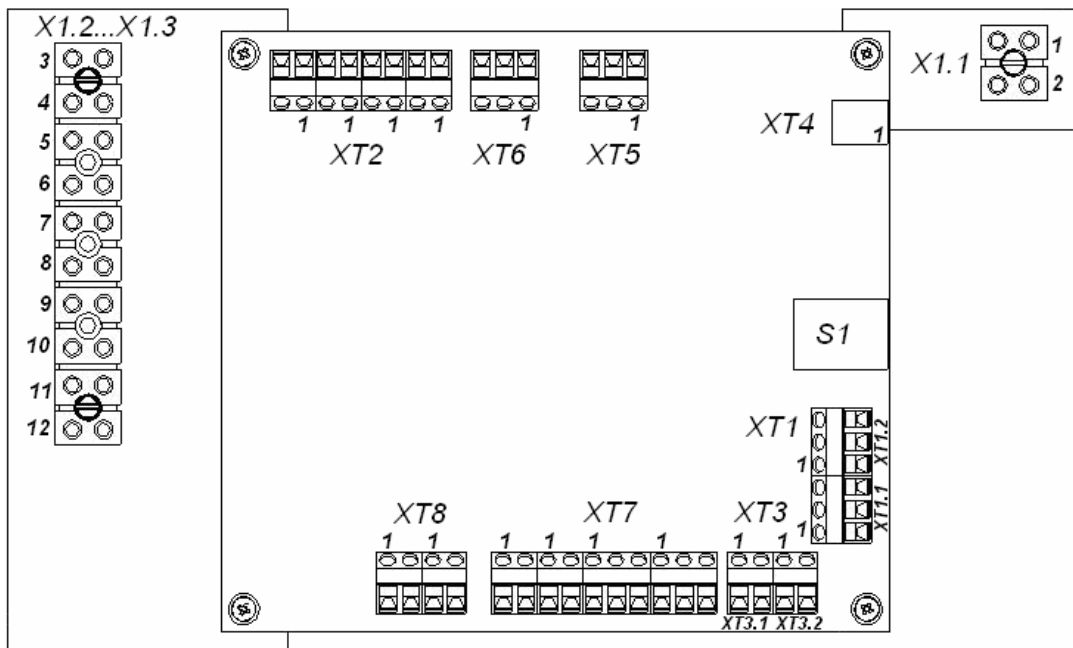

Рисунок 6. Расположение выносных клеммных колодок и клеммных колодок контроллера ЭП
- выносные клеммные колодки **X1.1-X1.3** (см. рис. 6), предназначенные для подключения ИП, а также для внутренних соединений ЭП;
Внутри балки ЭП установлен контроллер **PERCo-CT/L04** (далее – *контроллер ЭП*). На плате контроллера ЭП установлены: микроконтроллер, энергонезависимая память, энергонезависимый RTC-таймер (часы реального времени), разъемы для конфигурирования ЭП и клеммные колодки для подключения внешних связей. На кронштейне контроллера установлены клеммные колодки **X1.1** – для подключения источника питания и **X1.2**, **X1.3** – для подключения внутренних связей ЭП (рис. 6).